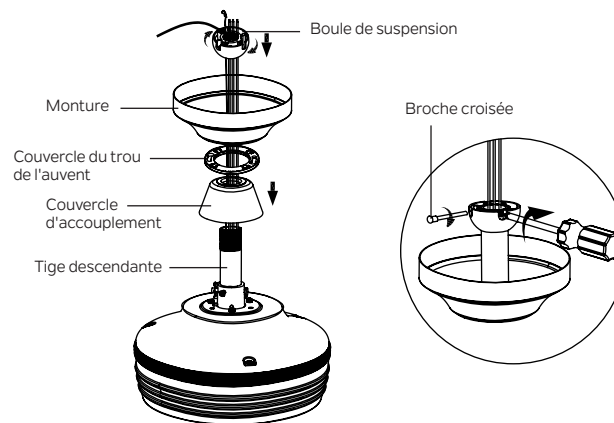

Fig. 9
**Étape 5.** Glissez le couvercle du couplage, le couvercle de l'orifice de l'auvent et le couvercle sur la tige descendante. Réinstallez soigneusement la boule de suspension sur la tige de suspension. Assurez-vous que la broche croisée est dans la bonne position et que la vis de réglage est serrée et que les fils ne sont pas tordus. (Fig. 9)